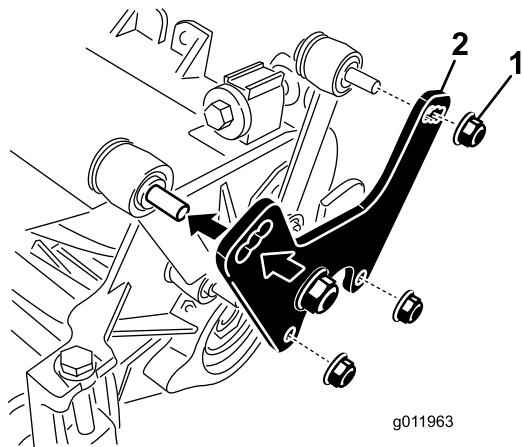

Bild 9
1. Entfernen Sie die Muttern und Scheiben, mit denen die Hublenker an der Seitenplatte der Schneideinheit und dem Trägerrahmen befestigt sind (Bild 9).